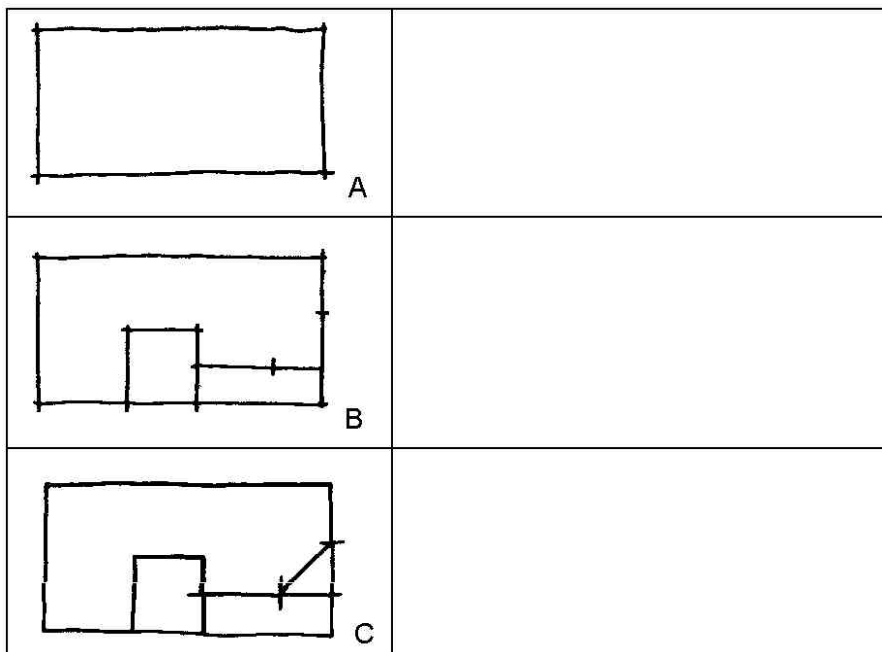

Figure 2.1
- Dessiner à main levée, au crayon l'esquisse de la figure donnée (figure 2.1 et 2.2), en poursuivant les étapes A,B,C.